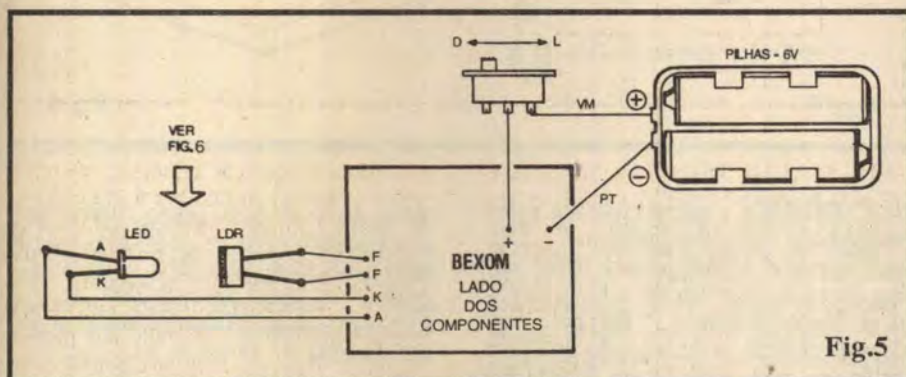

Fig.5
- FIG. 5 - CONEXÕES EXTERNAS À PLACA - Na figura anterior, o Leitor/Hobbysta deve ter reparado em algumas ilhas/furos codificados, porém "sem função" (naquele estágio...). Agora, explicamos a utilidade de tais pontos, justamente destinados às ligações externas à placa... Com o Impresso ainda visto pelo lado não cobreado, temos a alimentação
- Agora, finalmente, vamos às explicações mais "invocadas" quanto ao arranjo que condensou as idéias, resultando na **BEXOM**... Os dois desenhos no diagrama 6 dão uma visão - acreditamos - bastante clara dos vários "truques" utilizados... Em síntese, o tubo mais largo deve ser colado sobre uma base, "envolvendo" um dos dois imãs permanentes cilíndricos (retirados de velhos alto-falantes, como já dissemos...), este também colado à dita base. Logo "rente" à superfície superior do dito imã, dois furos laterais devem ser feitos no tubo largo, em posições diametralmente opostas (um furo "olhando" o outro...), guardando, cada um desses furos, dimensões suficientes para o "encaixamento" do LED e do LDR que formam o acoplador ótico (rever a **FIG. 5**, no ponto indicado por uma seta...). Esses dois componentes devem então ser fixados nos tais furos, com adesivo forte, de modo que a face sensora do LDR possa, frontal e diretamente, "ver" toda a luz emitida pelo LED... Para bom rendimento e "definição" das medições, o alinhamento do LED com o LDR deve ser tão perfeito quanto possível... Na fase seguinte da construção, inicialmente "experimenta-se" a **polaridade magnética** do outro imã, enfiando-o (pelo topo...) no tubo largo, até obter-se a posição na qual o imã já lá dentro fixado **repila** fortemente esse segundo imã... Notem que isso só ocorre quando se confrontam polo magnético **Norte** de um imã, com polo magnético **Sul** do outro (lá numa das primeiras "Aulas" do **ABC DA**